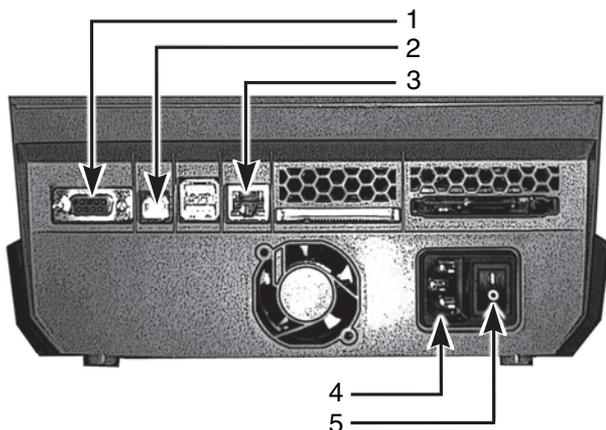

Bild 1, Schnittstellen und Steckverbindungen
1. Stecken Sie das Netzkabel in den Netzanschlussbuchse auf der Rückseite des Druckers (**Bild 1, 4**).
5. Schalten Sie das Gerät mit Hilfe des Netzschalters auf der Rückseite des Druckers (**Bild 1, 5**) ein. Der Drucker durchläuft einen Selbsttest und geht dann in den Bereit-Modus.
Der Drucker hat einen RS-232-Anschluss (**Bild 1, 1**), einen USB-Anschluss (**Bild 1, 2**) und einen Netzwerk-Anschluss (**Bild 1, 3**).
2. Verbinden Sie den Drucker mit Hilfe des beiliegenden USB-Kabels mit dem Computer. Das USB-Kabel wird am Drucker an den USB-Anschluss (**Bild 1, 2**) und am Computer an einen USB-Port angeschlossen.
2. Verbinden Sie den Drucker mit Hilfe eines RS-232-Kabels (nicht im Lieferumfang inbegriffen) mit dem Computer. Das RS-232-Kabel wird am Drucker an den Anschluss (**Bild 1, 1**) und am Computer angeschlossen.
2. Verbinden Sie den Drucker mit Hilfe eines Netzwerk-Kabels (nicht im Lieferumfang inbegriffen) mit dem Computer. Das Netzwerk-Kabel wird am Netzwerk-Anschluss (**Bild 1, 3**) mit dem Drucker und mit einem Netzwerk-Anschluss am Computer oder mit einem Netzwerk (LAN) verbunden.